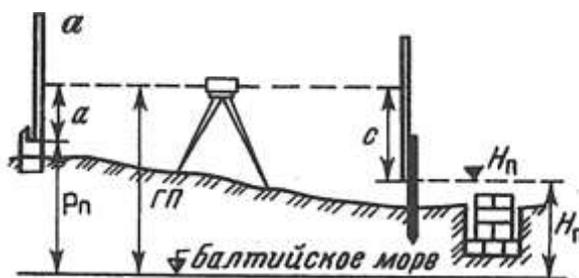

Рис. 2. Схема разбивки и контрольных высот фундамента
5. Выставьте проектную высоту верха фундамента на обноске (рис. 2), если высота репера $P_n = 86,413$, отсчет по рейке $a = 1105$, проектная высота фундамента $H_n = 85,276$.